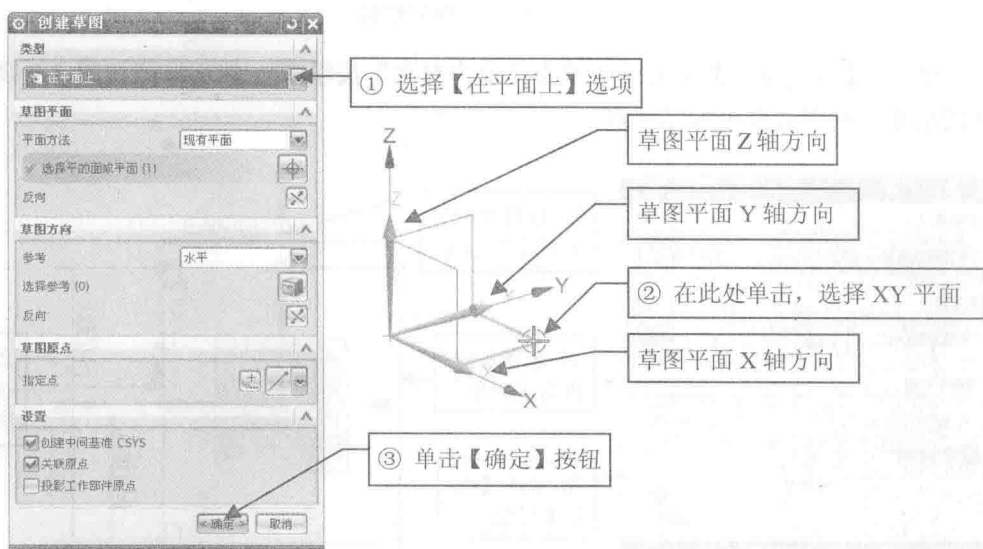

图 1-6 指定草图平面
(3) 选择草图平面进入草图环境。在 UG NX 8.5 工作界面下方的【直接草图】工具条中单击【草图】按钮, 或选择【插入】→【草图】菜单命令, 此时系统将弹出【创建草图】对话框。按照如图 1-6 所示的步骤, 选择 XY 平面作为草图平面, 进入草图环境。